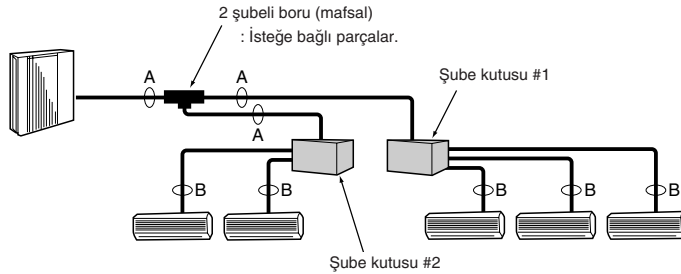

Fig. 5-2
5.4. Boru boyutunun seçilmesi (Fig. 5-2)